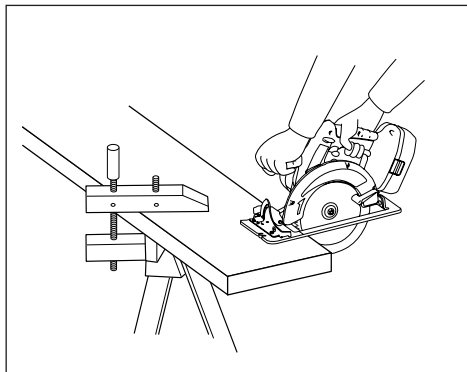
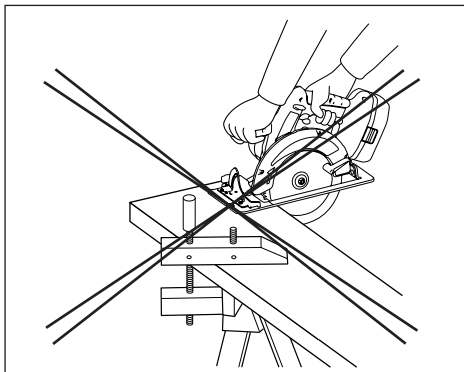

Fig. 12
Fig. 13
1. Placez la partie la plus large du sabot sur la partie de la pièce ouvragée qui est solidement soutenue (Voir la fig. 12), et jamais sur la section qui s'affaîssera à la fin du sciage (Voir la fig. 13). Pour éviter tout risque de contrôle de l'outil, saisir fermement la scie circulaire. Une façon désinvolte de procéder peut se traduire par de graves accidents corporels.